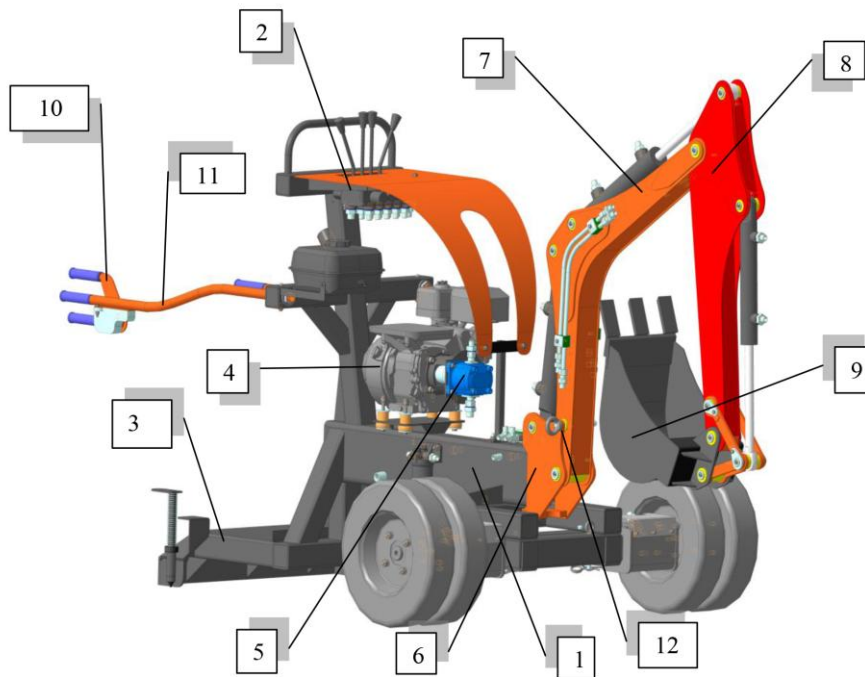

Рис. 5
-Вытащите палец-фиксатор стрелы (рис.5 поз.12)
Управление работой экскаватора осуществляется с пульта управления (рис.5 поз.2) в соответствии со схемой управления рабочим оборудованием (п.2.2.)
- После окончания работ оставлять стрелу в поднятом состоянии **запрещается**. Ковш необходимо опустить на землю или перевести экскаватор в транспортное положение и зафиксировать стрелу пальцем-фиксатором (рис.5 поз.12).
- По окончании всех работ необходимо перевести экскаватор в транспортное положение и зафиксировать стрелу пальцем-фиксатором (рис.5 поз.12).